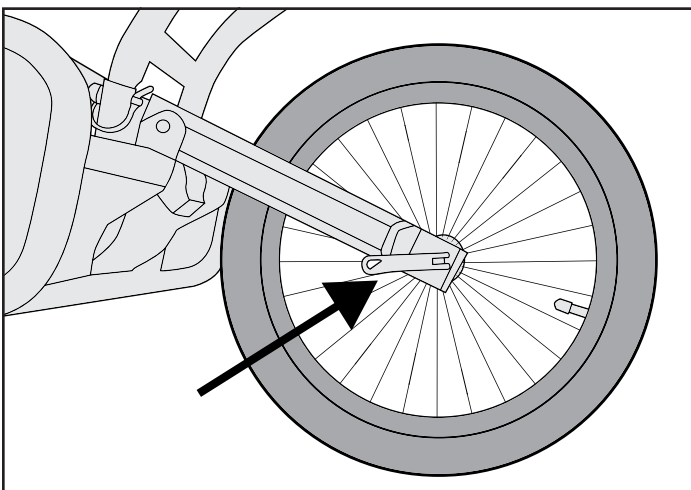

Figure 4
4. Close the quick release lever. (Figure 4)
4. Fermez le levier de serrage rapide. (Figure 4)
4. Den Quick Release-Hebel verschließen. Der Hebel sollte. (Abbildung 4)